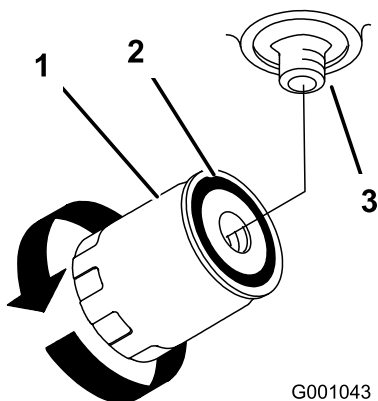

Figure 61
- Déposez le filtre usagé, laissez l'huile s'écouler et essuyez la surface du joint de l'adaptateur (Figure 61).
- Remplissez le réservoir hydraulique jusqu'à ce que le liquide déborde du filtre. Tournez alors le filtre à huile dans le sens horaire jusqu'à ce que le joint en caoutchouc vienne toucher l'adaptateur du filtre. Serrez ensuite le filtre de 1/2 tour supplémentaire (Figure 61).